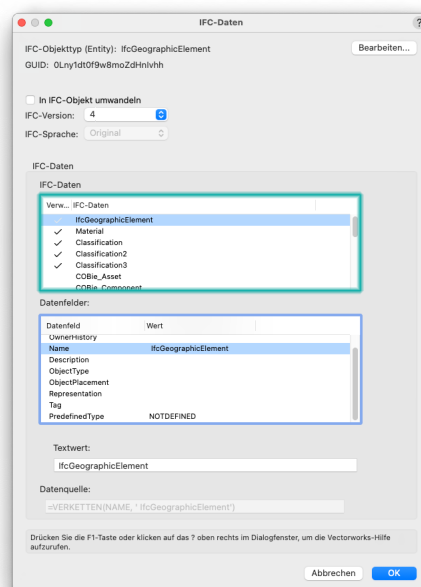

Abb. 19B
3. Dem Objekt zugewiesene Daten, sog. Eigenschaftensets, property sets oder PSets \(ABB. 19B\)
4. Ein Häkchen in der Spalte **Verwenden** zeigt an, dass der Datensatz mit dem Objekt verknüpft ist \(ABB. 19B\).